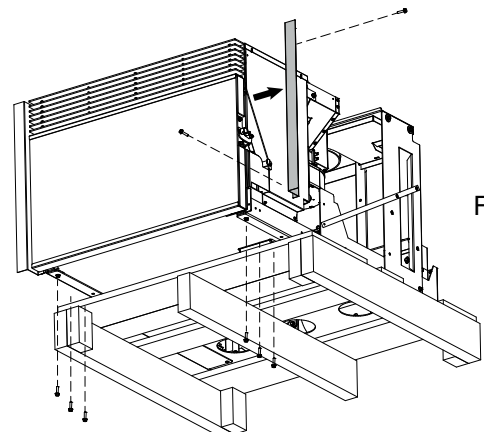

Fig. 6.1.4
5. Die sechs Befestigungsbolzen der Führungen am Boden der Maschine aufschrauben und den rechten Seitenstreifen (Abb. 6.1.4) abmontieren.
17. Den rechten Seitenstreifen wieder anmontieren, der zuvor entfernt wurde (Abb. 6.1.4).